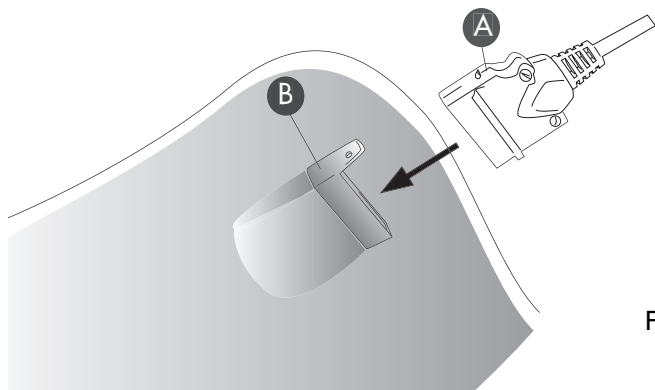

Fig. 1
- Per collegare il comando alla scaldaletto, inserire il connettore **(A)** del comando nella presa scaldaletto **(B)** fino ad agganciarlo vedi fig. 1. Per il modello matrimoniale l'operazione è da ripetere due volte, una per lato.